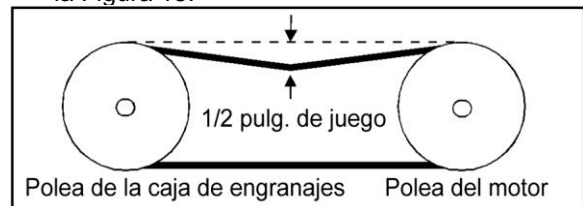

Figura 15: Fijar la holgura correcta en la banda de transmisión
- Dé vueltas al tornillo de ajuste en sentido horario para tensar la banda hasta que ésta tenga 1/2 pulgada de juego, como se ilustra en la Figura 15.